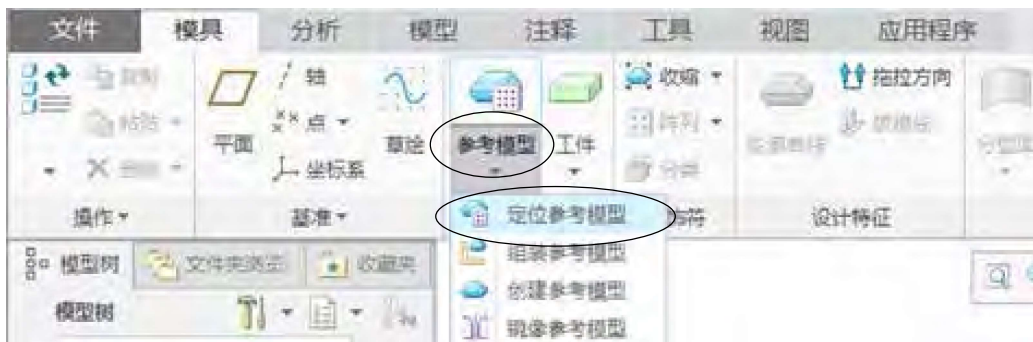

图1-17 单击“参考模型”按钮，再选择“定位参考模型”
Step 01 单击“参考模型”按钮, 再选择下拉菜单中的“定位参考模型”, 如图1-17所示。